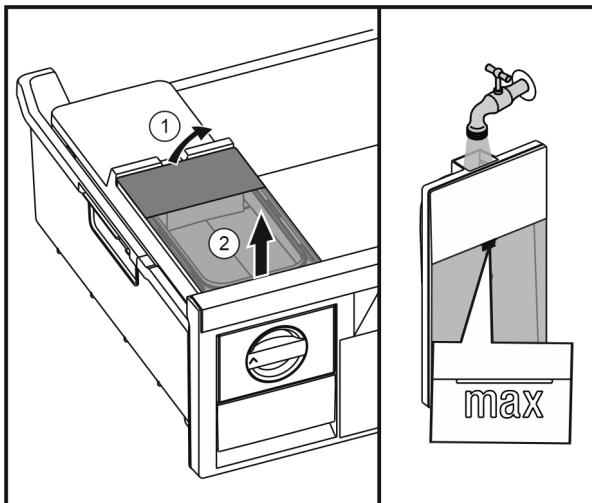

Fig. 43
- Підняти бак для води ззаду Fig. 43 (1) та вийняти вгору Fig. 43 (2).